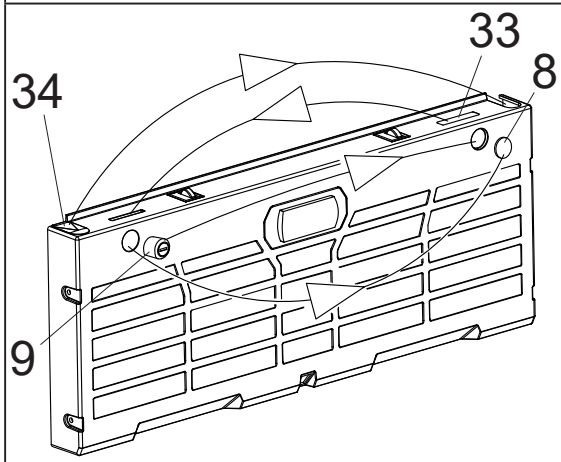
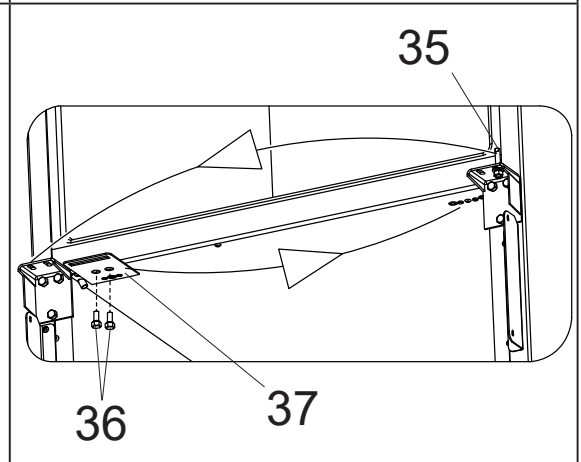

Рисунок 14
Рисунок 15
6. На цокольной панели крестовой отверткой и торцовым ключом на 22 выкрутите винт 6 и гайку 7 соответственно (см. рис. 14). Переставьте местами заглушку 8 и замок 9 (см. рис. 15). Переставьте заглушки 33 и 34 на противоположную сторону (см. рис. 15). На модели Бирюса 750 перестановка замка не требуется.
7. Переставьте ось 35 на противоположную сторону, выкрутив на ней гайку торцовым ключом на 10 (см. рис. 15). Выкрутив болты 36, переставьте пластину 37 на противоположную сторону (см. рис. 15).